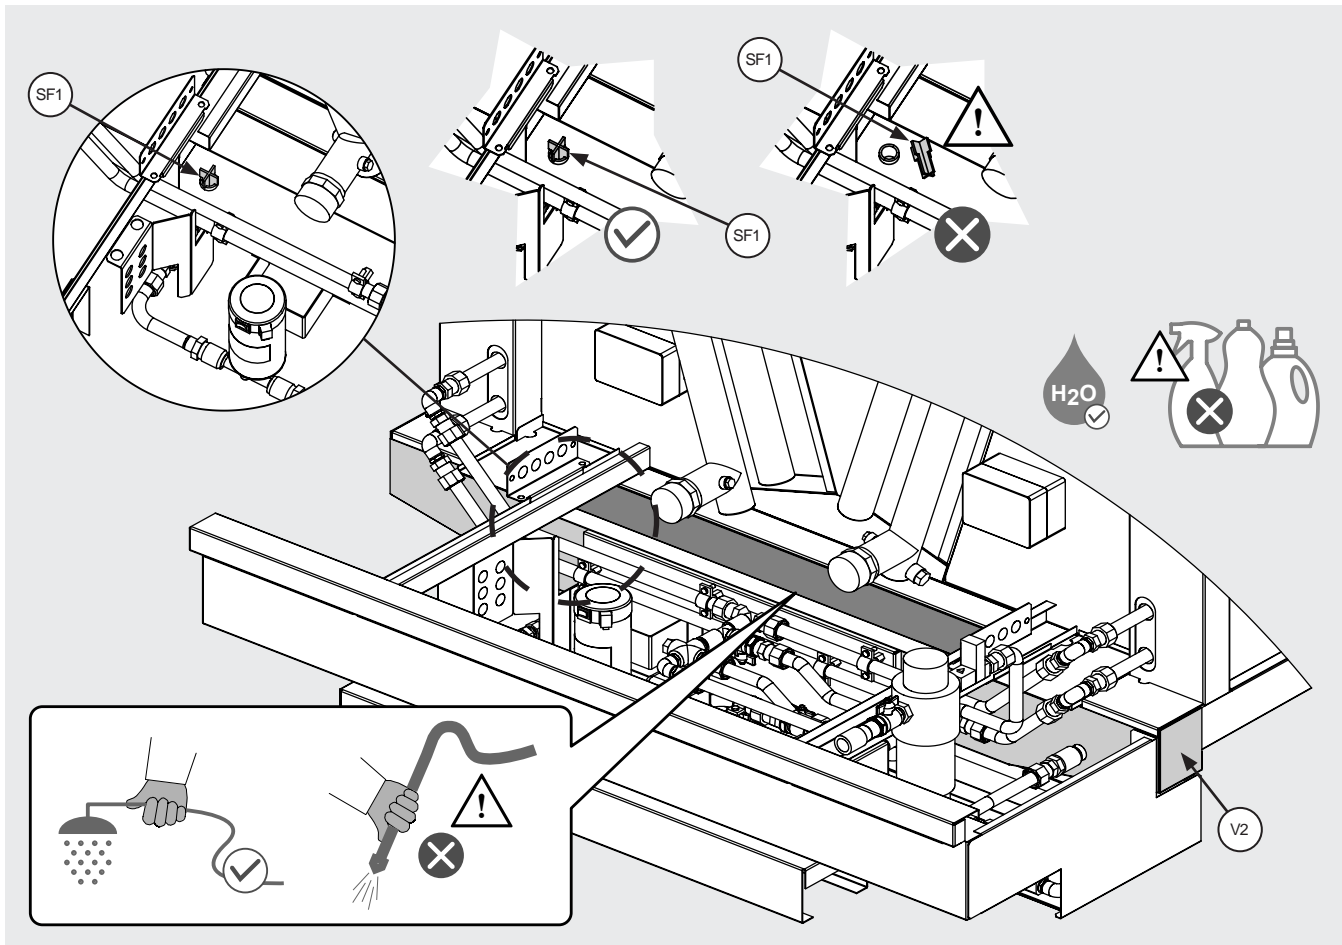

Figura 30
- 12.15.7 Limpie con agua corriente sin presión, teniendo cuidado de no dañar las conexiones eléctricas y los sensores de nivel, véanse la Figura 2 y la Figura 30. No utilice agua a presión ni sustancias limpiadoras o agresivas.
- 12.15.8 Limpie cuidadosamente el divisor de caudal SF1. No lo extraiga de la carcasa. Si se retira accidentalmente, vuelva a colocarlo. Véase la Figura 30.
- 12.16.1 Consulte el punto 2.9 para obtener una descripción funcional del interruptor de nivel (W1) y su ubicación. El interruptor de nivel (W1) se encuentra dentro del depósito externo (V2), véase la Figura 30.